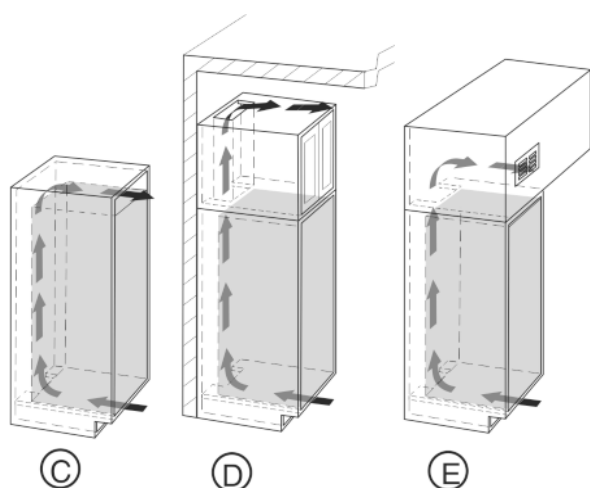

Fig. 4
- Горният вентилационен отвор може да бъде изпълнен или директно над уреда с евентуална вентилационна решетка Fig. 4 (C), или в близост до тавана над шкафа Fig. 4 (D), или като вентилационен отвор в междинен таван Fig. 4 (E).